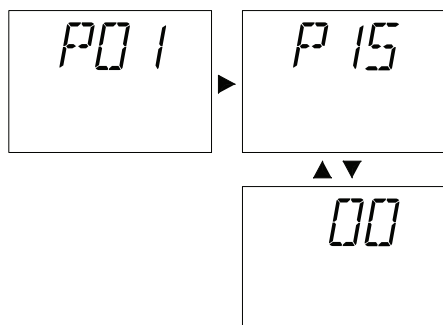

Рисунок 5.27
- Нажмите кнопку сброса 5 (Рисунок 5.24) и пролистайте параметры, пока не дойде те до параметра P15, предназначенного для настройки коэффициента K. На ЖК- дисплее последовательно отобразятся следующие символы (параметр P15 будет загораться поочередно с 00, (см. рис. 5.27)